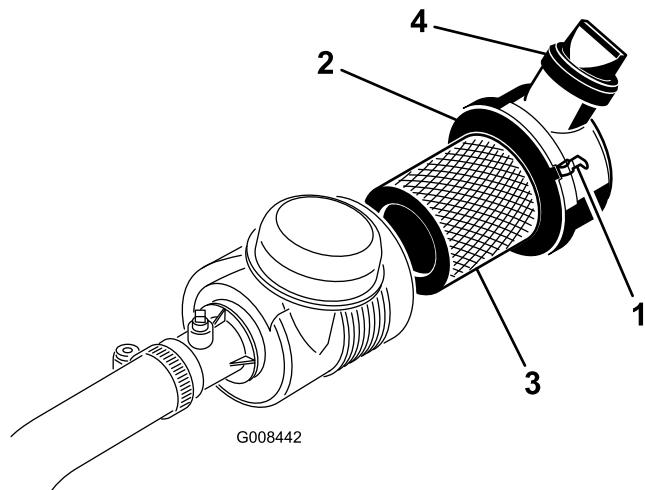

図 37
- エアクリーナのカバーをボディーに固定しているラッチを外す(図 37)。
- カバーを取り付け、ラッチを掛ける図 37。